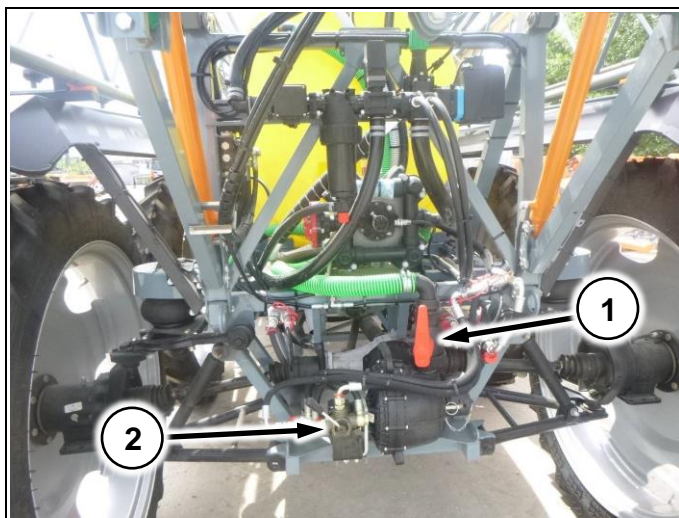

Рис. 139
1. Подсоедините шланг от заправщика к заправочному крану 2” и откройте кран (Рис. 139/1)
2. Переключите гидрораспределитель (Рис. 139/2)
6. Выключите помпу, закройте кран, отсоедините заправочный шланг, переключите гидрораспределитель (Рис. 139/2)